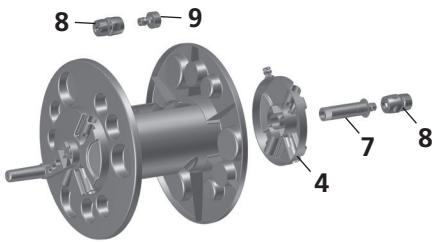

Fig. 04
**3.** No outro lado encaixe o eixo (7) no mancal direito (4) e o mesmo conjunto encaixe no carretel [Fig. 04]. Para realizar a fixação do conjunto, rosqueie o adaptador (9) no eixo (7). Em seguida acople os engates rápidos (8) nas extremidades do adaptador (9) e do eixo (7).
**3.** On the other side, place the axle (7) into the right bearing (4) and then attach this assembly to the reel [Fig. 04]. To secure the assembly, screw the adapter (9) onto the axle (7). Then attach the quick connectors (8) to the ends of the adapter (9) and the axle (7).
**3.** En el otro lado, encaja el eje (7) en el mancal derecho (4) y el conjunto en el carrete [Fig. 04]. Para fijar el conjunto, enrosca el adaptador (9) en el eje (7). Enseguida, conecta los acoplos rápidos (8) en las extremidades del adaptador (9) y del eje (7).